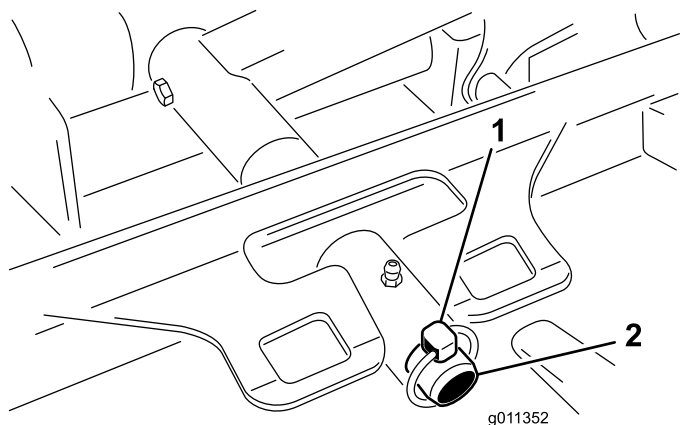

Figure 82
3. Retirez la goupille ou l'écrou de retenue (Groundsmaster 4700 seulement) qui fixe le bâti porteur du plateau de coupe à l'axe de pivot du bras de levage (Figure 82).
3. Faites glisser le bâti porteur du plateau de coupe sur l'axe de pivot du bras de levage. Fixez avec la goupille ou l'écrou de retenue (Groundsmaster 4700 seulement) (Figure 82).